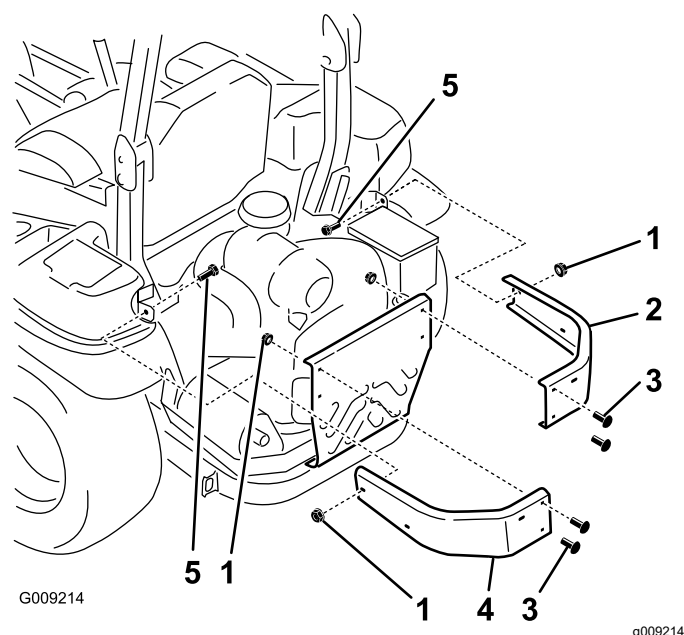

Figura 5
a testa tonda rimossi in precedenza e 6 dadi flangiati ($\frac{3}{8}$ "), come illustrato nella Figura 5.
1. Rimuovete i dadi e i bulloni che assicurano i paraurti laterali alla macchina (Figura 5).